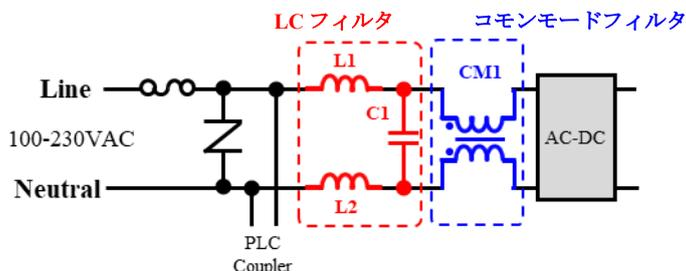

Figure 1-8 AC-DC 電源回路入力部ノイズフィルタの挿入例
- ・ AC-DC 電源回路入力部ノイズフィルタの挿入例を Figure 1-8 に、ノイズフィルタの回路定数例を Table 1-2 に示します。